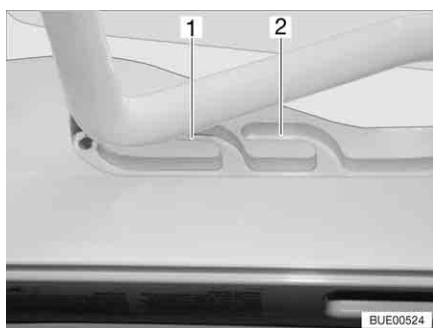
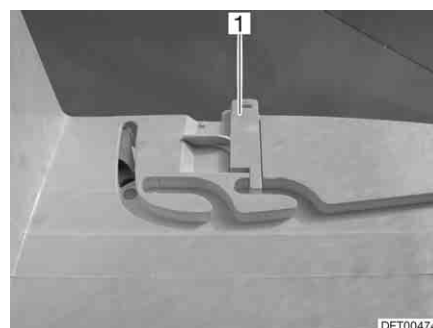

Fig. 106 Clarabóia Heki em posição de arejamento
Fig. 107 Dispositivo de bloqueio da posição de arejamento
A clarabóia Heki pode ser posta em duas posições de arejamento: Posição para mau tempo (Fig. 106,1) e posição média (Fig. 106,2). Dependendo do modelo, a clarabóia pode ser travada em posição central com os dois trincos (Fig. 107,1) nos lados esquerdo e direito no caixilho da clarabóia.
- Empurre o arco ligeiramente para cima e mova-o e, se for preciso, prenda-o no guia escolhido (Fig. 106,1 ou 2).